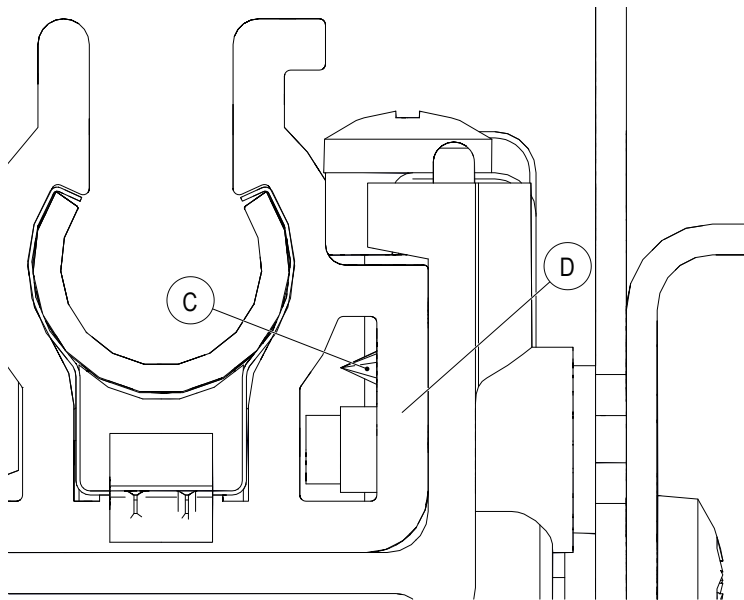

Abb. 71: Durch die erste Isolierprofilwand für die Fixpunktschraube bohren
6. Die Anschlussleitungen (3) mithilfe der Verschraubungen (D) und ihren Gegenmuttern (C) am Zugentlastungsblech (1) befestigen (siehe Abb. 71).